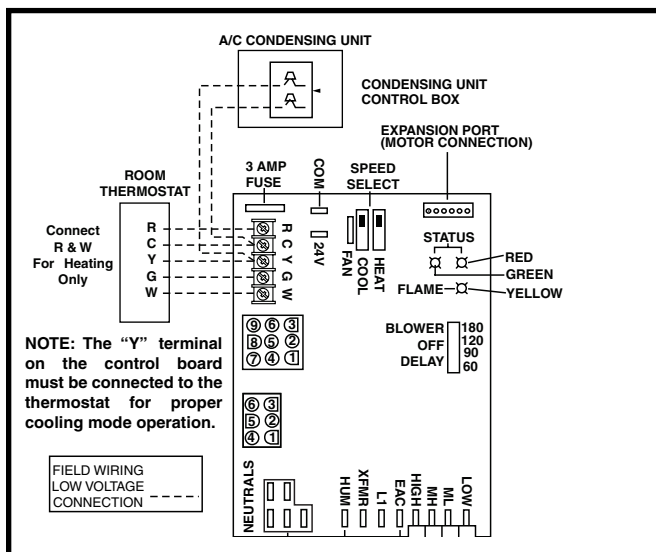

Figure 22. Excitation de tension de ligne, quatre fils Applications de chauffage/climatisation
- Le thermostat doit être installé conformément aux directives fournies par le fabricant du thermostat. Les branchements basse tension (24 V c.a.) du thermostat sont raccordés à la plaque à bornes intégrée dans la fournaise. La Figure 22 \(page 24\) présente les branchements appropriés pour chauffage seulement (deux fils) ou pour chauffage/climatisation (quatre fils). Le calibre de fil minimal recommandé pour le câblage du thermostat est indiqué dans le Tableau 5, \(page 24\).
Les ordres de fonctionnement des modes de chauffage, climatisation et ventilation sont décrits ci-dessous. Vérifiez les schémas de câblage d'excitation et de câblage de la fournaise : Figure 22 \(page 24\) et Figure 28 \(page 34\).